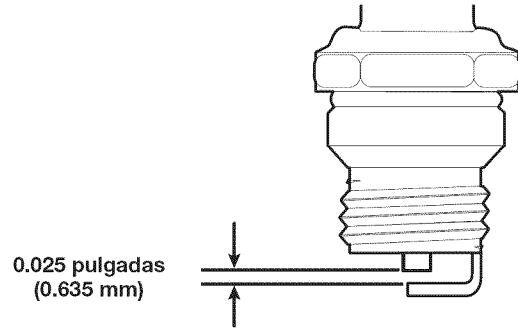

Fig. 9
4. Use un calibrador de separación para ajustar una separación de aire de **0.025 pulgadas (0.635 mm)** (Fig. 9).